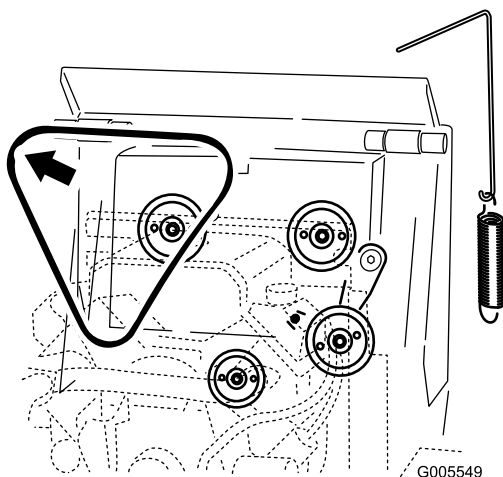

Figure 46
5. Enlevez la courroie des trois poulies (Figure 46).